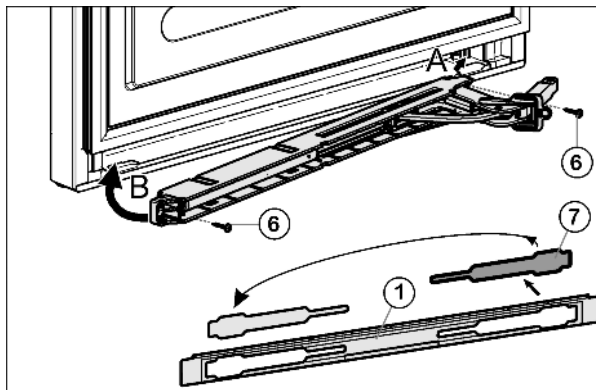

Fig. 10
- ▶ Kryt Fig. 10 (7) uvolněte z krytky Fig. 10 (1) a nasadte zase na druhé straně.
- ▶ Jednotku tlumiče zavírání dveří s kloubem zahákněte (A) a nasadte ke straně závěsu (B).
- ▶ Jednotku tlumiče zavírání pevně přišroubujte (2krát Torx® 15) Fig. 10 (6).